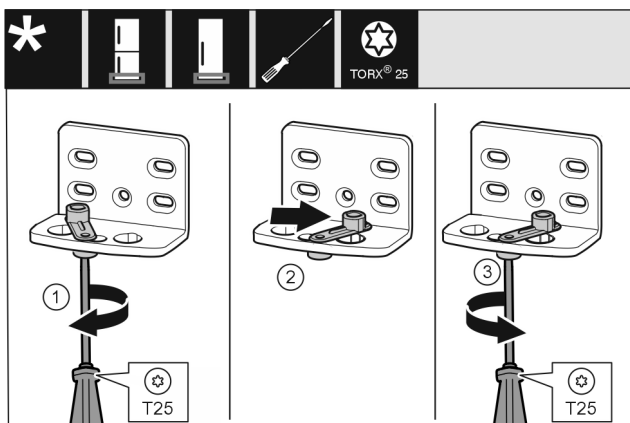

Fig. 10
- ▶ Lekko odkręcić śrubę przy pomocy śrubokręta T25. Fig. 10 (1)
- ▶ Unieść element ułatwiający zamykanie drzwi, a następnie obrócić w otworze w prawo o 90°. Fig. 10 (2)
- ▶ Śrubę przykręcić przy pomocy śrubokręta T25. Fig. 10 (3)